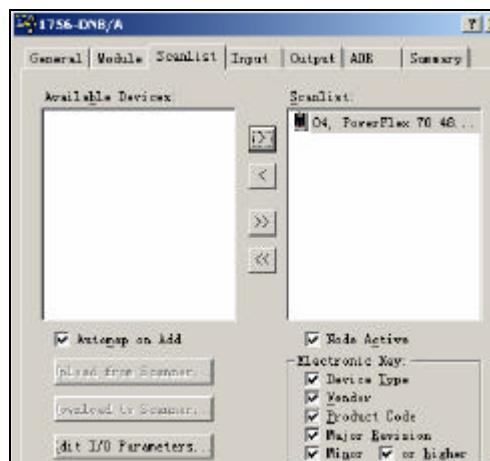

图 4-41 选择要编辑的 PF70
39. 在 DNB 模块中的 Input 和 Output 选项卡中建立映射关系。双击 DNB 模块 , 选择 Scanlist 选项卡 , 上载扫描列表 , 在 Scanlist 中选择 PowerFlex70 变频器 , 点击 Edit I/O paramater , 如图 4-41 所示。